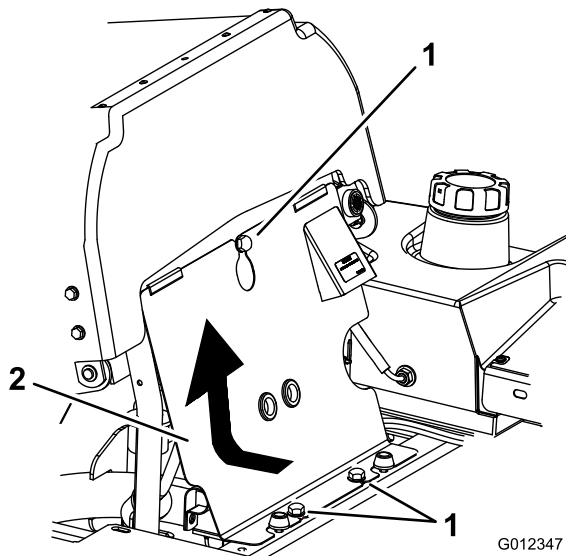

Figura 44
1. Inclíne el asiento hacia adelante, afloje los pernos y retire el panel delantero del motor (Figura 44).